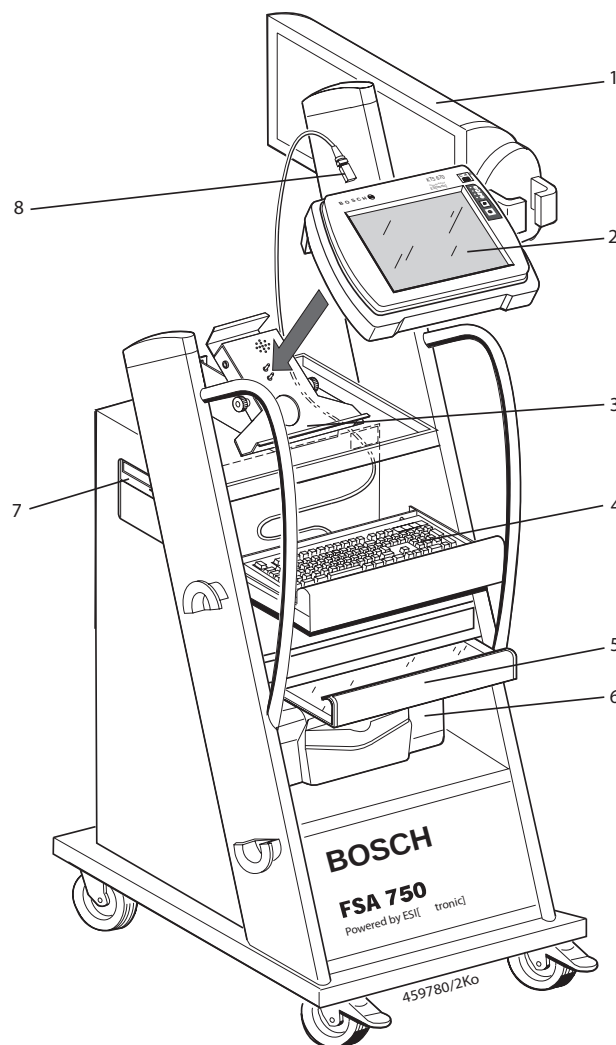

Fig. 1: Frontvy FSA 750
3. KTS 670 sätts på rakt på laddningsstationen (Fig. 1, pos. 2, 3).
4. Stick in USB-anslutningsledning i KTS 670 (Fig. 1, pos 7)
5. Sätt skrivaren i körvagnen (Fig. 1, pos. 5).